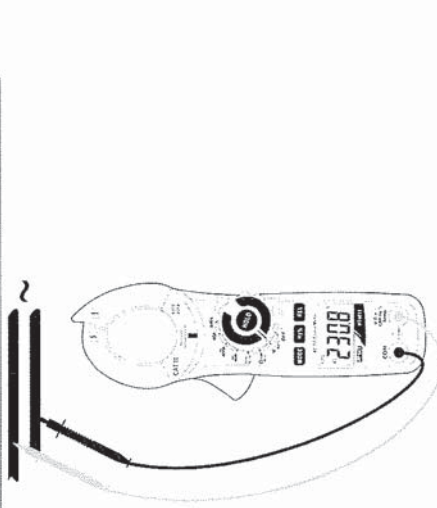

Fig. 3 : Utilisation de la pince pour mesure de tension AC
4. Insérer le câble rouge dans l'entrée du jack **VΩ→** et le câble noir dans la borne d'entrée **COM** (Fig. 3).